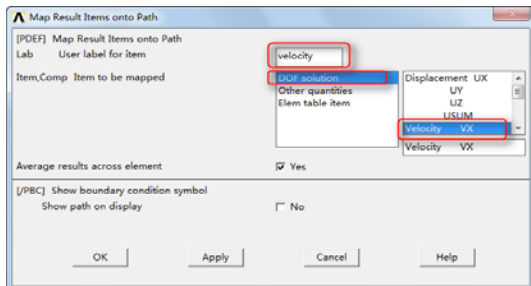

图 5-35 Map Result Items onto Path对话框
⑦依次选择 Main Menu→General PostProc→Path Operation→Map onto Path，会弹出“Map Result Items onto Path”对话框，如图 5-35 所示。在“Lab User label for item”后输入“velocity”，在列表中选择“DOF Solution→Velocity VX”，单击“OK”按钮关闭对话框。